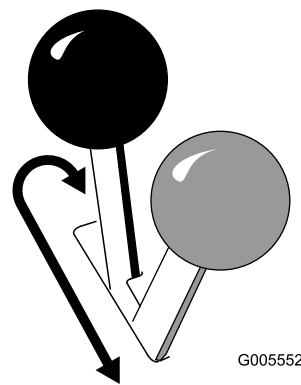

Figure 13
- Pour serrer le frein de stationnement, poussez le levier de frein en avant et à gauche, puis tirez-le en arrière (Figure 13).
- Pour desserrer le frein, poussez le levier en avant et à droite dans le cran (Figure 13).